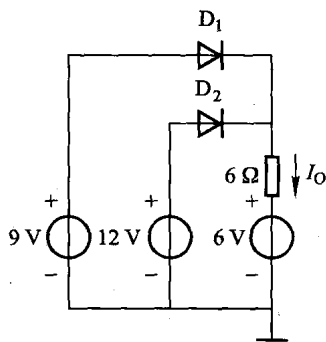

图 14.3.8 练习与思考 14.3.9 的图
14.3.9 电路如图 14.3.8 所示,试求电流 I_o 。设二极管的正向压降可忽略不计。
解:共阴极连接的二极管 D_1 和 D_2 ,阳极电位相对较高的那只二极管优先导通。图 14.3.8 所示电路中, D_2 的阳极电位为 12 V ,高于 D_1 的阳极电位(9 V), D_2 导通后,阴极电位被钳位于 12 V ,阳极电位较低的二极管 D_1 承受反向电压而截止。忽略二极管的正向导通压降,则